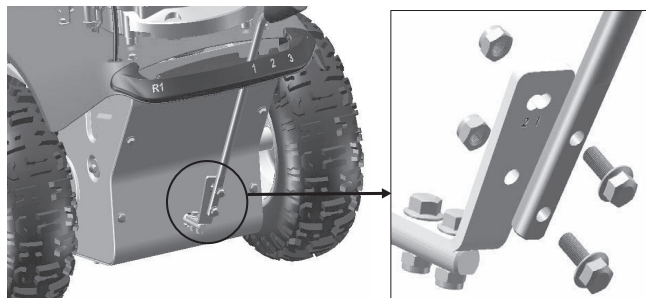

Рис. 6
3. **Установка рычага переключения передач.** Проденьте верхнюю часть рычага через направляющую пластину. Соедините верхнюю и нижнюю части при помощи болтов и гаек (Рис.6).